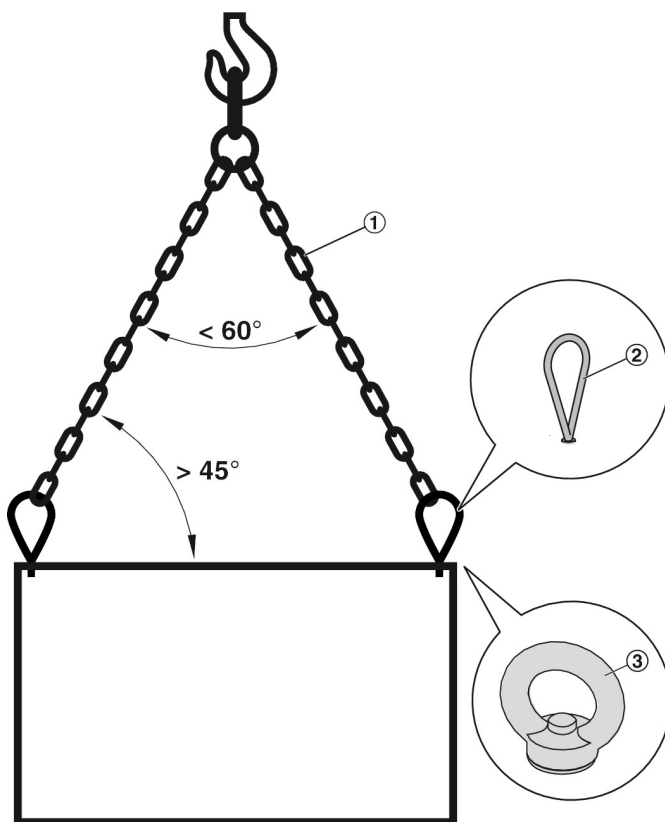

Abb. 12: Krantransport an Seilösen
Alle Seilösen (Abb. 12 /2) in die Gewindebohrungen einschrauben.
2. ▶ Die Anschlagmittel (Abb. 12 /1) an den Anschlagpunkten einhängen.